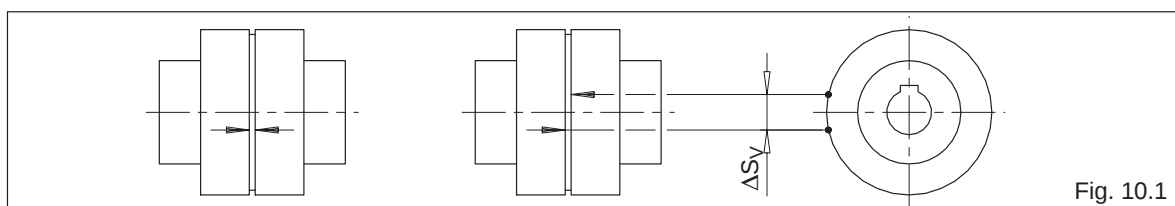

Fig. 10.1
For så vidt at et forøget koblingsslør ikke er en ulempe for koblingens drift, kan de elastiske pakker (12) anvendes indtil en defineret slitagegrænse, før de skal udskiftes. Til bedømmelse af slitagen angives i tabel 10.1a resp. tabel 10.1b det tilladte vridningsslør, som er omregnet til kordemålet  $\Delta S_V$  ved den ydre koblingsdiameter. For at bestemme målet  $\Delta S_V$  drejes en koblingsdel uden drejningsmoment til anslaget, og et mærke anbringes på koblingsdelen (se fig. 10.1). Ved drejning af koblingsdelen i modsat omdrejningsretning til anslaget vandrer mærkerne fra hinanden. Afstanden mellem mærkerne viser kordemålet  $\Delta S_V$ . Hvis mærket  $\Delta S_V$  overskrider den i tabel 10.1a resp. tabel 10.1b angivne værdi, skal pakkerne (12) udskiftes.